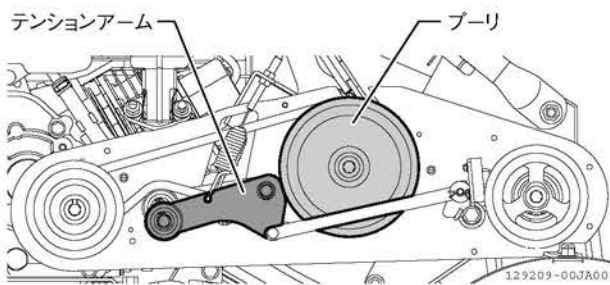

図 4-43
3. テンションアームを軸から抜いて、走行クラッチベルトを外します。外しにくい場合は、プーリを抜きます。(図 4-43)